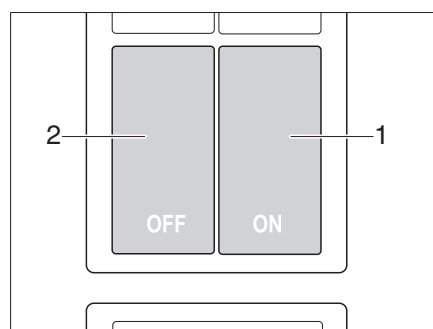

Bild 16 Brytare för köksmanöverradens centrallås
Köksmanöverraden är försedd med ett centrallås. Luckorna och lådorna i köket kan låsas och låsas upp manuellt med brytaren (Bild 16).
- Tryck på brytaren (Bild 16,2). Luckor och lådor i köket är låsta.
- Tryck på brytaren (Bild 16,1). Luckor och lådor i köket är upplåsta.